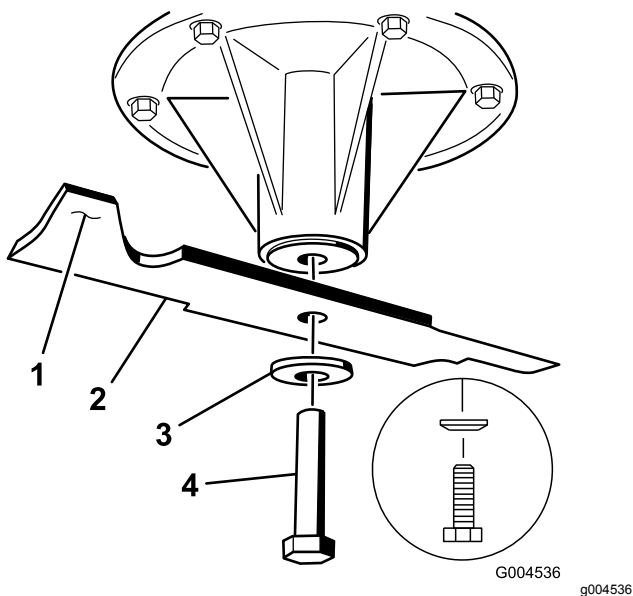

Figura 104
1. Instale la cuchilla en el eje (Figura 104).
2. Instale la arandela de muelle y el perno de la cuchilla (Figura 104).